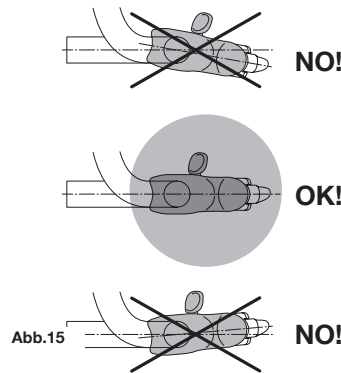

Abb.15
- Ergopower Schalthebel sind nicht korrekt positioniert oder bewegen sich auf dem Lenker (Abb. 15)